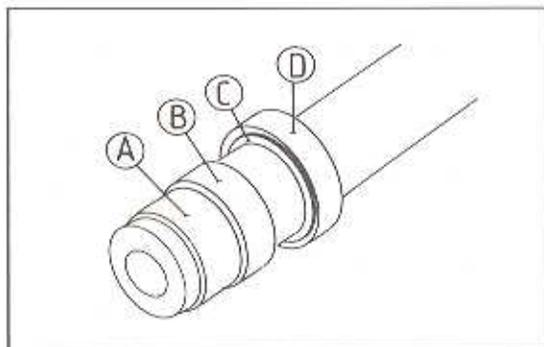

Bild 248
- Den Ölabstreifer, die Unterlegscheibe und die Aussenrohrführungsbuchse vom Innenrohr entfernen (Bild 248).